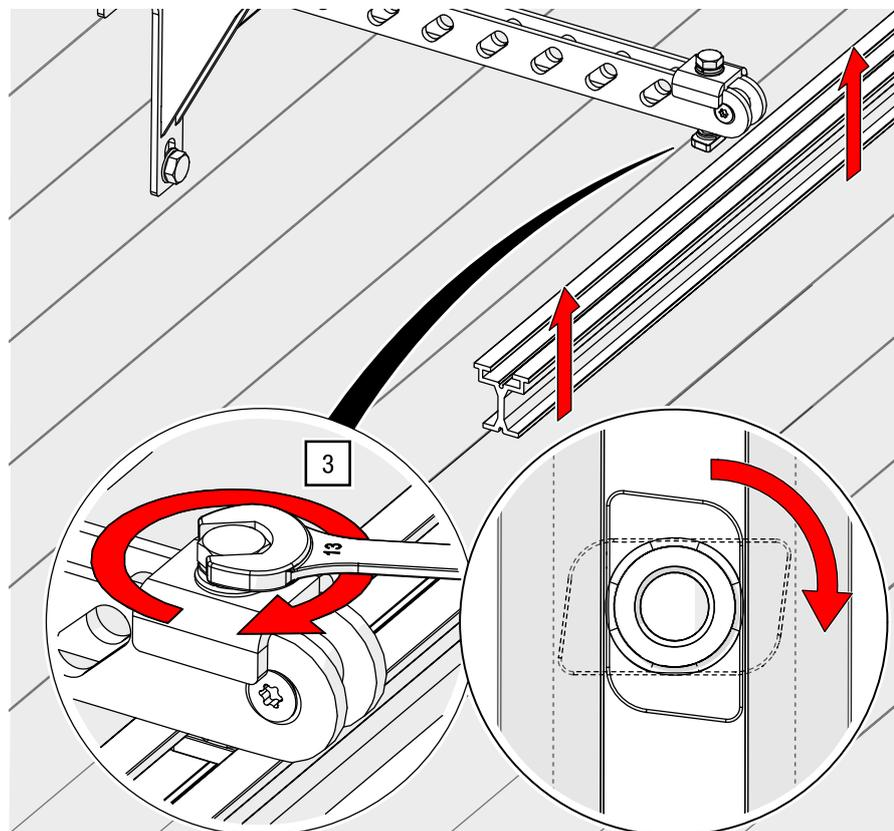

Abb. 69: Wandarm – Schiene an Wandarm montieren
3. Heben Sie das Profil zum Wandarm und verschrauben Sie beides mit einem Ring- bzw. Gabelschlüssel SW 13 und 27 Nm (siehe Abb. 69).